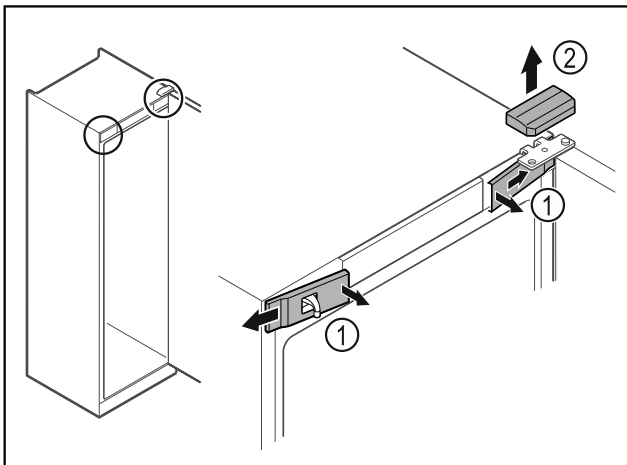

Fig. 11
- ▶ Voorste afdekkingen Fig. 11 (1) binnen ontgrendelen en naar de zijkant toe verwijderen.
- ▶ Bovenste afdekking Fig. 11 (2) naar boven toe verwijderen.